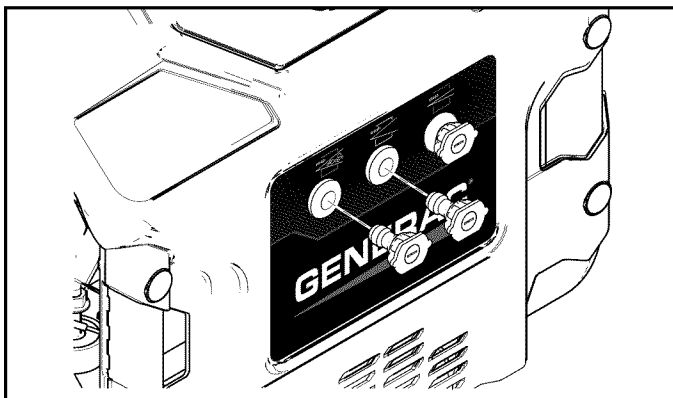

Figure 4-5. Insérer les buses
5. Insérez les buses à code de couleur dans les espaces prévus sur le panneau avant (Figure 4-5).